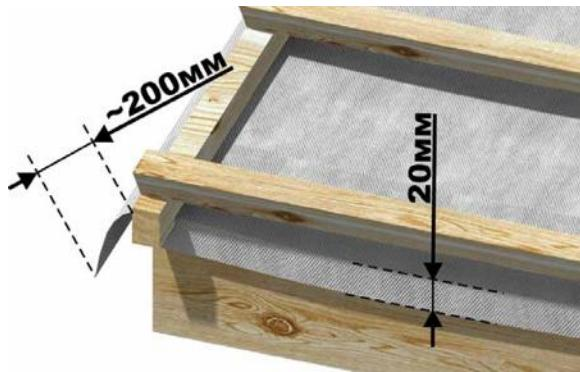

Рис. 8
- **фронтом**, то пленка должна свисать на 20 см с фронтонной стропильной конструкции для фиксации пленки после монтажа элементов фронтона (рис. 8).